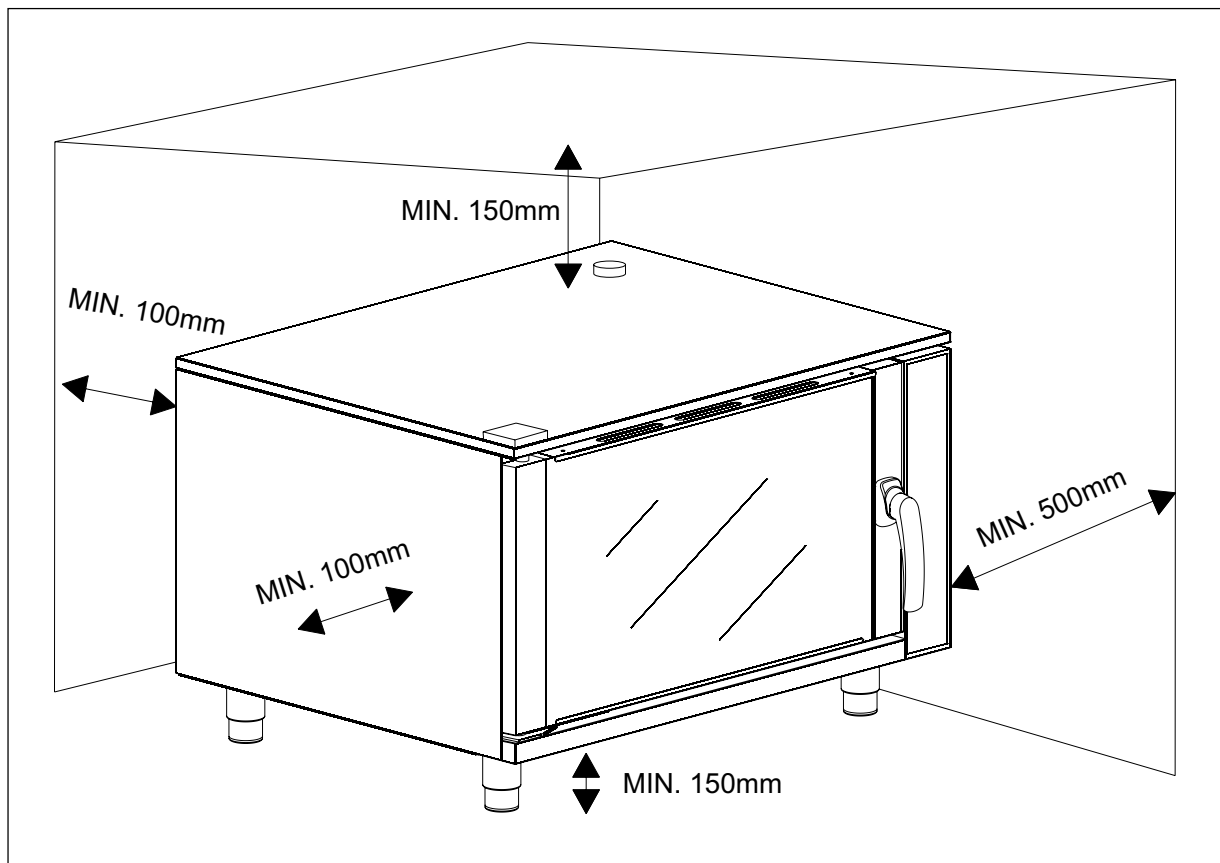

Abb. 3
- Der Ofen darf nur in ausreichend belüfteten Räumen installiert werden, vorzugsweise unter einer Dunstabzugshaube, die die Backdämpfe aus dem Raum heraus nach außen leiten kann. Um die Installation und die Wartungsarbeiten zu ermöglichen, muss ein Abstand von mindestens 500 mm (siehe Abb. 3) zwischen der linken Seitenwand des Ofens und der Wand oder angrenzenden Geräten eingehalten werden.